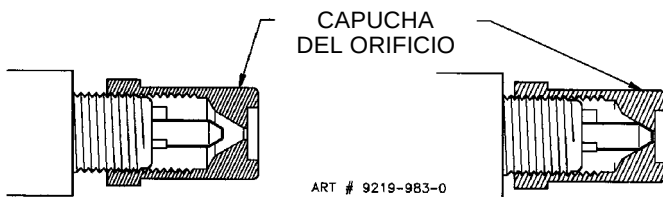

FIGURA 15A
- Destornille las capuchas de orificio del quemador de los pasadores. (Vea la figura 15A.) 1 1/2 a 2 vueltas aproximadamente.